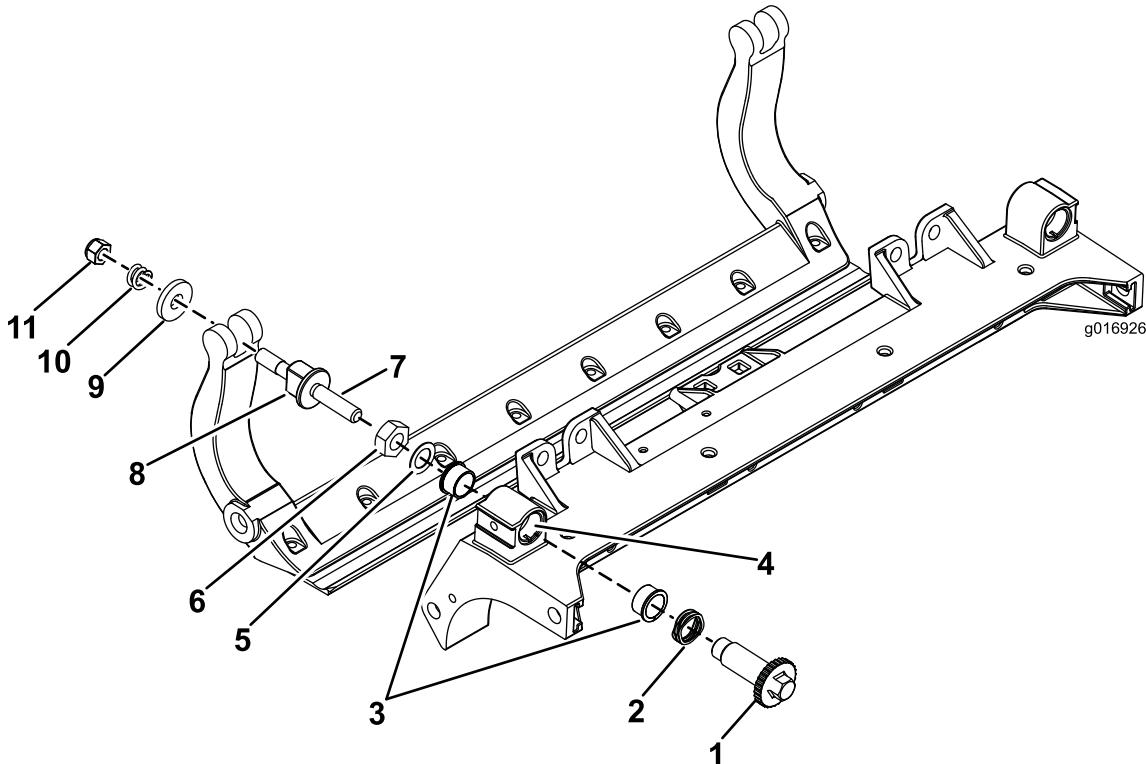

Figura 33
- Retire todas as peças (consulte as *Instruções de instalação* do Kit DPA HD Modelo n.º 120-7230 e Figura 33).
- Aplique Never Seize no interior da área dos casquilhos na estrutura central da unidade de corte (Figura 33).
- Alinhe as chaves nos casquilhos das flanges com as ranhuras na estrutura e instale os casquilhos (Figura 33).
- Instale uma anilha ondulada no veio do ajustador e deslize o veio do ajustador para os casquilhos da flange na estrutura da unidade de corte (Figura 33).
- Prenda o veio ajustador com uma anilha plana e porca de bloqueio (Figura 33). Aperte a porca de bloqueio com 20 a 27 Nm.
- Fixe a barra de apoio a cada um dos lados da placa lateral com as cavilhas (porcas flangeadas nas cavilhas) e com as 6 arruelas. Deve colocar uma anilha de nylon em cada um dos lados da placa lateral. Coloque uma arruela de aço no exterior de cada uma das arruelas de nylon (Figura 33). Aperte os parafusos da barra de apoio a 27-36 Nm. Aperte as porcas até que a anilha de